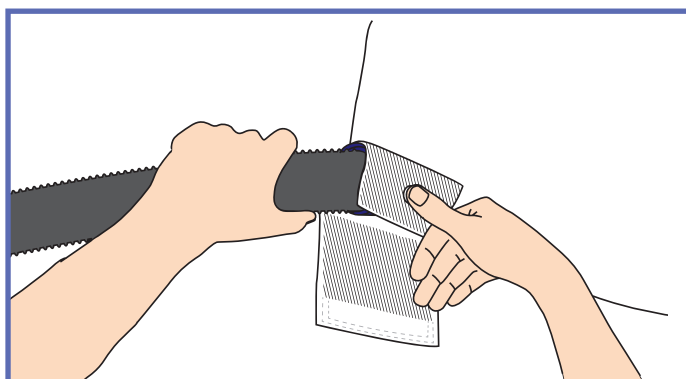

Fig. 3
- 2) Fest hurtiglåsknappen på *Maxi Air*-madrassen til hurtiglåsknappen på luftslangen, se "Fig. 3".